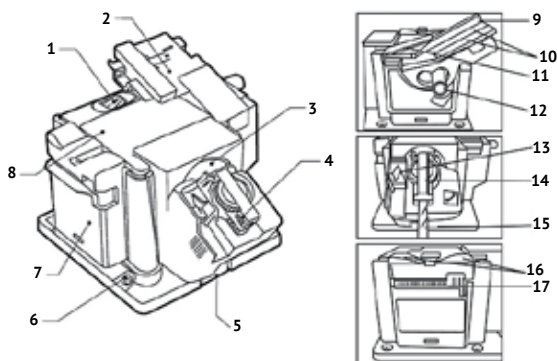
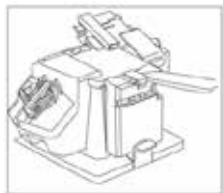
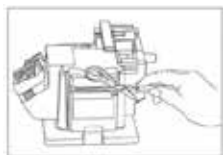

рис.1
рис.4
рис.5
(далее по тексту – заточный станок) предназначен для заточки свёрл, ножей, ножниц и лезвий. Заточка различных инструментов производится с помощью 3-х сменных блоков: заточка свёрл (рис.1 поз.4); заточка стамесок, зубил (рис.1 поз.2) и заточка ножей или ножниц (рис.1 поз.7). Нужный для работы блок фиксируется в направляющих на фронтальной стенке станка с вращающимся алмазным кругом (рис.1 поз.3). При фиксации блока, срабатывает концевой выключатель (если микровыключатель не сработал, электродвигатель станка не включается).
1.6 Общий вид станка представлен на рис.1
1.7 Заточный станок состоит из силового блока (рис.1 поз.8), расположенного в пластиковом корпусе, закреплённом на основании. Силовой блок включает в себя электронную плату – выпрямитель и коллекторный двигатель постоянного тока. Для стационарного закрепления станка на верстаке (столе) шурупами или болтами, в основании имеются 4 монтажных отверстия (рис.1 поз.6). Крутящий момент с якоря электродвигателя передаётся через втулку на рабочий инструмент – заточный круг (рис.1 поз.3). Круг фиксируется на втулке пластиковой гайкой.
1.8 Выключатель (рис.1 поз.1) расположен сверху на силовом блоке.
- вставить в направляющие и опустить до фиксации (со щелчком) блок (рис.1 поз.2) для заточки стамесок, зубил и лезвий;
- положите затачиваемый инструмент (стамеску, др. лезвие) на кронштейн для лезвий. Магниты (рис.1 поз.10) удержат его в нужном положении (рис.2);
- для совпадения угла заточки с углом скоса стамески, ослабьте ручку регулировки угла (рис.1 поз.12) поверните кронштейн в нужное положение и затяните ручку;
- для удобства удержания узких лезвий пользуйтесь упором верхним (рис.1 поз.9) в качестве распорки;
- вставить в направляющие и опустить до фиксации (со щелчком) блок (рис.1 поз.4) для заточки свёрл;
- установите зажимное устройство со сверлом в V-образную направляющую (рис.1 поз.13), совмещая боковые пазы;
- вставить в направляющие и опустить до фиксации (со щелчком) блок (рис.1 поз.7) для заточки ножей и ножниц;
- включите электродвигатель и, удерживая нож за ручку (рис.4), вставьте ближайшую к ручке часть лезвия в прорезь (рис.1 поз.16) для заточки ножей;
- полностью раскрыв ножницы, перемещайте одно из лезвий вдоль щели заточки ножниц (рис.1 поз.17) от основания к кончику (рис.5);